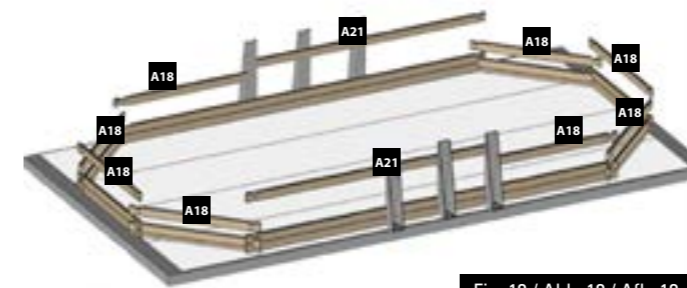

Fig. 13 / Abb. 13 / Afb. 13
**EN 3rd LAYER OF BOARDS:** Install the third layer of boards as shown in figure 13. The position of the refilling fitting with the key and the skimmer should be defined at the start of the assembly (read the specific paragraphs).
**FR 3ÈME RANGÉE MADRIERS :** Positionnez les madriers de la 3ème rangée conformément à la figure 13. Vous devez avoir déterminé l'emplacement de la buse de refoulement et du skimmer dès le début du montage (voir paragraphes spécifiques).
**DE 3. BRETTREIHE:** Platzieren Sie die Bretter der dritten Reihe laut Abb. 13. Zu Beginn der Montage müssen Sie die Lage des Druckventils und des Skimmers festlegen (lesen Sie hierzu die entsprechenden Abschnitte).
**NL 3ª RIJ PLANKEN:** Plaats de planken van de derde rij zoals te zien is op afbeelding 13. U moet al bij aanvang van de montage bepalen op welke plaats het uitstroommondstuk en de skimmer moet komen (less de betreffende paragrafen).